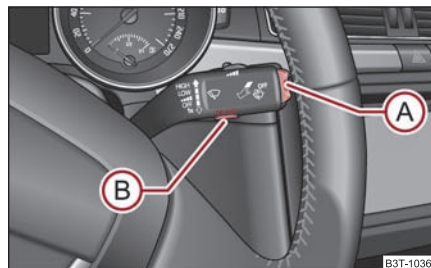
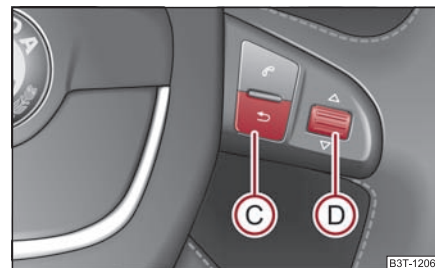
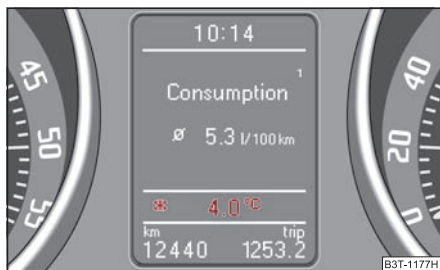

Fig. 21 Indicador multifunción: Elementos de mando
Fig. 22 Indicador multifunción: Manejo por medio de las teclas del volante multifunción
Fig. 23 Temperatura exterior
La conmutación de la memoria se efectúa por medio de la tecla **(B)** ⇒ fig. 21 en la palanca de limpiacristales o por medio de la tecla **(D)** en el volante multifunción* ⇒ página 23.
La tecla basculante **(A)** y la tecla **(B)** se encuentran en el puño de la palanca del limpiaparabrisas ⇒ fig. 21.
En vehículos que disponen de un volante multifunción* se han sustituido las teclas **(A)** y **(B)** por la rueda moleteada del volante multifunción ⇒ fig. 22. ■
La conmutación y restablecimiento se efectúa por medio de la rueda moleteada **(D)** ⇒ fig. 22.
Si la temperatura exterior disminuye por debajo de +4 °C, aparecerá delante de la indicación de la temperatura un símbolo de copo de nieve (señal de advertencia para calzada helada) ⇒ fig. 23 y sonará una señal acústica de aviso. Después de pulsar la tecla basculante (A) en la palanca de limpiacristales ⇒ página 22, fig. 21 o la tecla (C) en el volante multifunción ⇒ página 23, fig. 22 se reproducirá la función que se ha visto como última.
En la pantalla aparece el tiempo de marcha desde la última vez que se borró la memoria. Cuando desee medir el tiempo de marcha a partir de un momento determinado, deberá poner en este momento preciso la memoria a cero, pulsando para ello la tecla (B) en la palanca de limpiacristales ⇒ página 22, fig. 21 o la rueda moleteada (D) en el volante multifunción* ⇒ página 23, fig. 22 durante más de 1 segundo.
Cuando desee medir el consumo medio a partir de un periodo determinado, deberá poner a principio de la medición la memoria a cero, por medio la tecla (B) en la palanca de limpiacristales ⇒ página 22, fig. 21 o la rueda moleteada (D) en el volante multifunción* ⇒ página 23, fig. 22. Tras borrarla, en la pantalla aparecerán guiones en los primeros 100 metros recorridos.
En el display aparece el kilometraje recorrido desde la última vez que se borró la memoria ⇒ página 22. Cuando desee medir el kilometraje recorrido a partir de un momento determinado, deberá poner en este momento preciso la memoria a cero, pulsando para ello la tecla **(B)** en la palanca de limpiacristales ⇒ página 22, fig. 21 o la rueda moleteada **(D)** en el volante multifunción* ⇒ página 23, fig. 22.
a cero, por medio la tecla **(B)** en la palanca de limpiacristales ⇒ página 22, fig. 21 o la rueda moleteada **(D)** en el volante multifunción* ⇒ página 23, fig. 22.
- Pulse la tecla (B) en la palanca de limpiacristales ⇒ fig. 25 o la rueda moleteada (D) en el volante multifunción* ⇒ página 23, fig. 22. En la pantalla informativa* aparecerá **Speed warning 50 km/h (advertencia a 50 km/h)** ⇒ página 25, fig. 24.
Si Vd. sobrepasa ahora la velocidad ajustada, en la pantalla aparecerá **Speed 50 km/h exceeded (velocidad de 50 km/h sobrepasada)**. Este mensaje queda indicado, hasta que reduzca la velocidad a por debajo del límite ajustado o desactive el mensaje pulsando la tecla (B) en la palanca de limpiacristales ⇒ fig. 25 o la rueda moleteada (D) en el volante multifunción* ⇒ página 23, fig. 22.